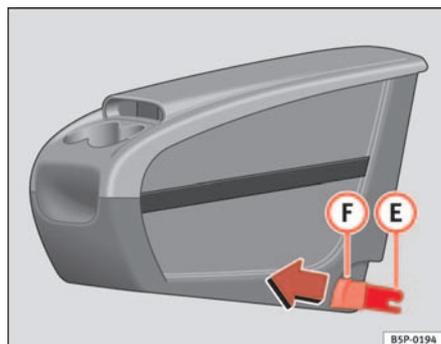
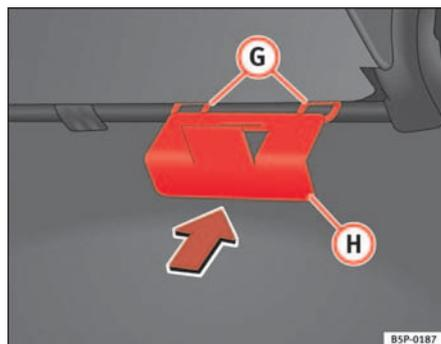

Fig. 109 Rangement mobile. Repose
Fig. 110 Plaque de fixation du rangement mobile
- Placez depuis l'intérieur du véhicule la plaque de fixation (H) ⇒ fig. 110 du rangement mobile par la partie arrière du dossier. Elle doit être située entre le dossier et le coussin, dans la zone de la place centrale.
- Mettez face à face les deux pièces de fixation (E) ⇒ page 146, fig. 109, avec les deux anneaux de fixation (G) ⇒ page 146, fig. 110 et appuyez fortement jusqu'à ce que les deux pinces s'enclipsent totalement dans les anneaux.
- Tirez sur chacun des boutons ⇒ page 146, fig. 109 (F) des pinces (boutons rouges) vers l'avant, jusqu'à entendre leur déclipsage.